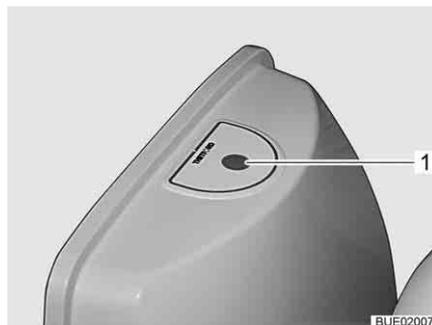

Fig. 202 Botón del inodoro Thetford
- Para lavar, pulsar el botón del inodoro azul (Fig. 202,1).